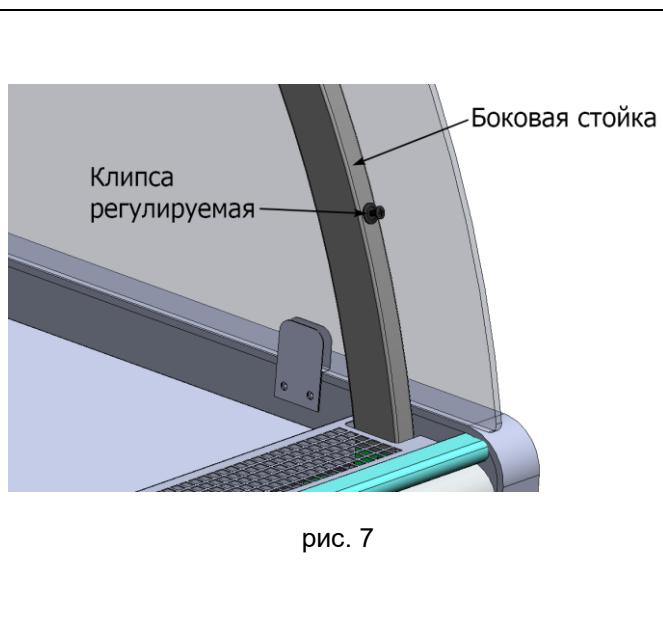

рис. 7
6. Перед установкой стёкол – антizапотевателей на витрины Aurora MG BASIC, необходимо установить регулируемые клипсы в отверстия стоек (рис.7).